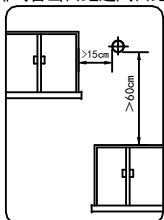

图17
- 排烟管出口必须设置在室外。热水器使用时，排烟管出口可能有冷凝水滴落，安装时应注意不要影响他人。排烟管出口距周围物体的间距如图17所示。